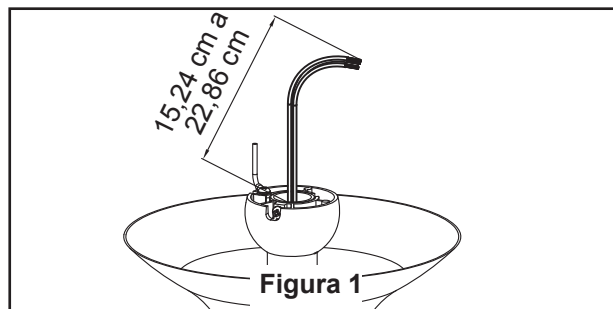

Figura 1
1. Corte el exceso de cable aproximadamente de 15 a 23 cm (6 a 9 pulgadas) por encima de la parte superior del barral. Pele 1,2 cm ($\frac{1}{2}$ " del aislamiento en cada extremo del cable. (Figura 1)
Para evitar una posible descarga eléctrica, asegúrese de cortar la alimentación eléctrica de la caja de fusibles principal antes de colgar el ventilador. (Figura 1)